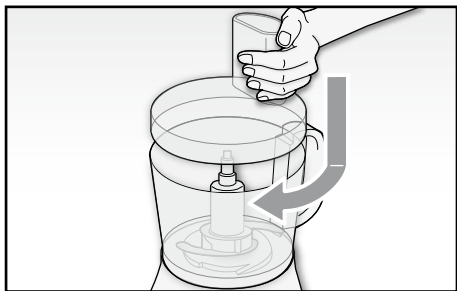

Fig. 6
- Inserire il coperchio (O) sopra la ciotola (P) allineando la tacca presente all'interno della ciotola (P) col simbolo (☐↻). Bloccare il coperchio (O) a scatto ruotandolo in senso orario (⌚) (Fig. 6).